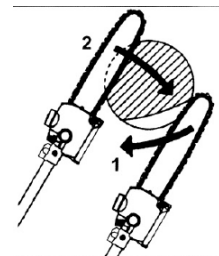

Fig. PP13
5.7.1- Taglio di scarico (Fig. PP13)